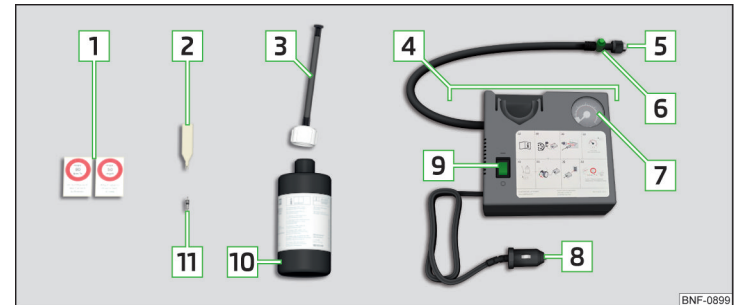

Abb. 334 Pannensetbeschreibung
- Den Ventileinsatzdreher **2** » **Abb. 334 auf Seite 300** auf den Ventileinsatz stecken, sodass der Ventileinsatz in den Schlitz des Ventileinsatzdrehers passt.
- Den Reifenfüllschlauch **5** » **Abb. 334 auf Seite 300** fest auf das Reifenventil schrauben.